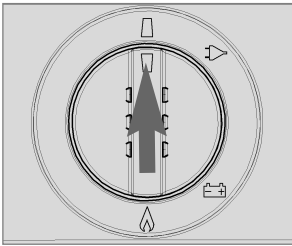

Abb. 33
- MES und AES Modelle werden über die Taste „MODE“ ausgeschaltet. Halten Sie die Taste (A) für 2 Sekunden gedrückt. Die Anzeige erlischt und das Gerät ist komplett abgeschaltet (Abb.33).